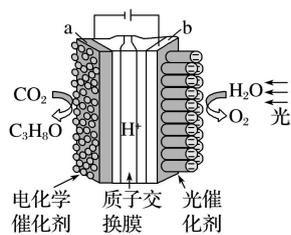

图2
(2)控制合适的条件，将反应 $2\text{Fe}^{3+} + 2\text{I}^- \rightleftharpoons 2\text{Fe}^{2+} + \text{I}_2$ 设计成如图 2 所示的原电池。则反应开始时，乙中石墨电极上发生氧化反应，甲中石墨电极上 Fe^{3+} 被还原 √
(2)某模拟“人工树叶”电化学实验装置如图2所示。该装置能将 H_2O 和 CO_2 转化为 O_2 和燃料 (C_3H_8O)。a电极的电极反应式为 $3CO_2 + 18H^+ - 18e^- = C_3H_8O + 5H_2O$ × a极为阴极， CO_2 中碳由+4价变为 C_3H_8O 中的-2价，应为得电子的还原反应。